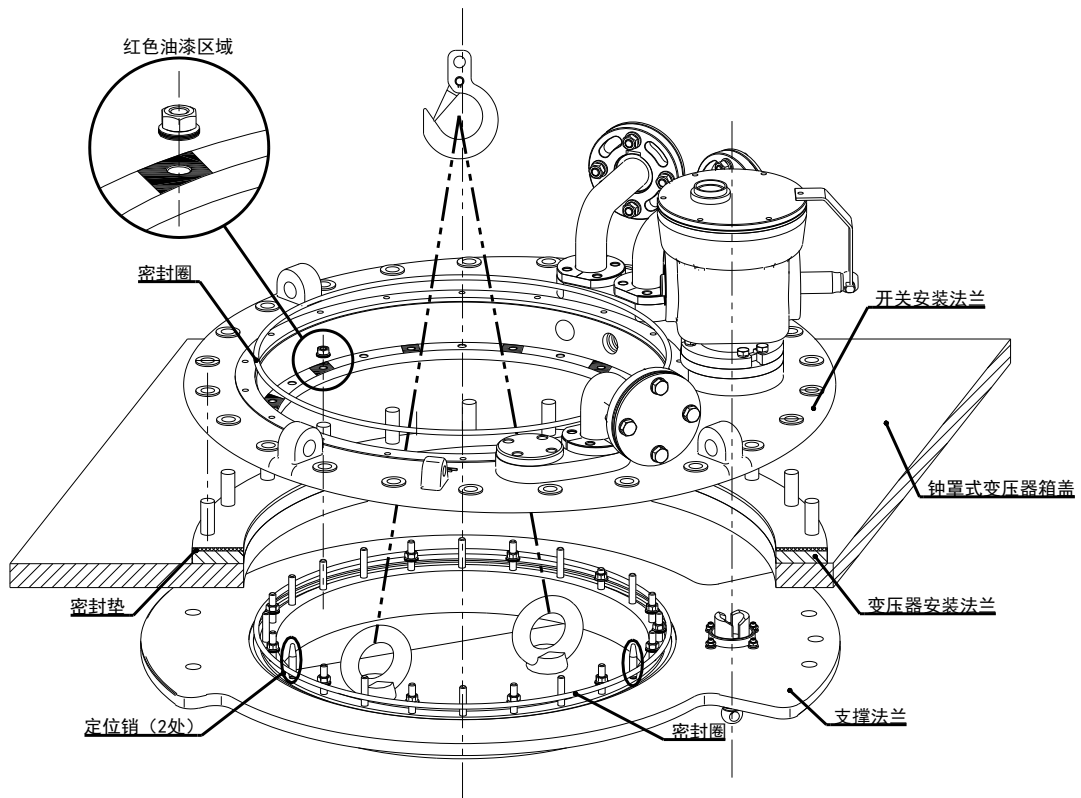

图 5-14 开关顶部各法兰与变压器箱盖对应示意图
- 对准位置后，安装法兰红色区域的螺杆上安装螺母（13 个 M8 螺母，含垫圈，13 号扳手），依次紧固。（见图 5-14）